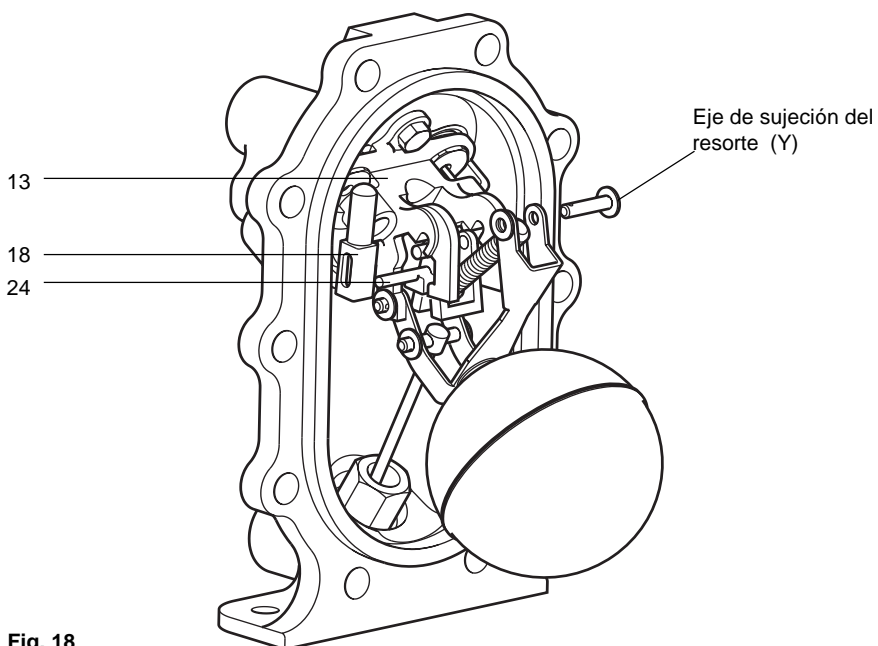

Fig. 18
4. Desmonte el pasador, arandela del eje de sujeción del resorte (Y) (Fig. 18).
8. Con cuidado gire la válvula de salida alejándola de la espiga del brazo actuador (ítem 24, Fig.18) , prestando atención al pequeño resorte de la válvula de salida para no dañarlo o perderlo.